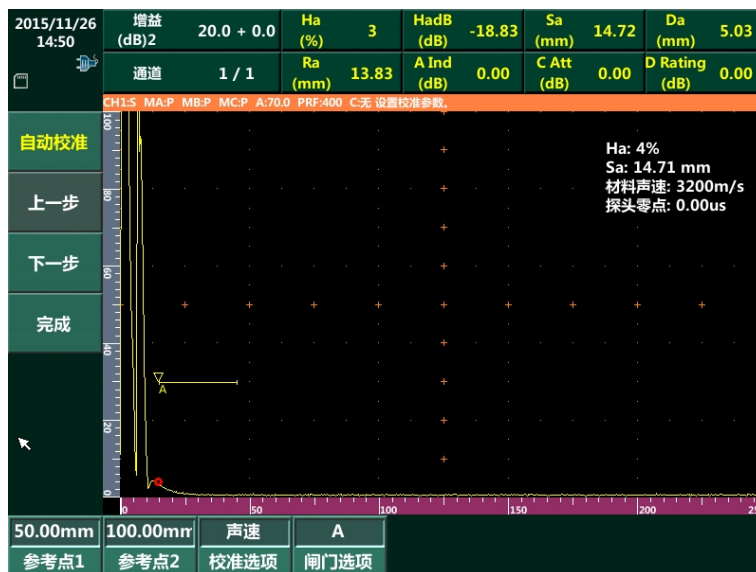

图 2-17 自动校准界面
- 1) 在通用超声成像界面下选择“自动校准”，进入自动校准界面，如图 2-17 所示。